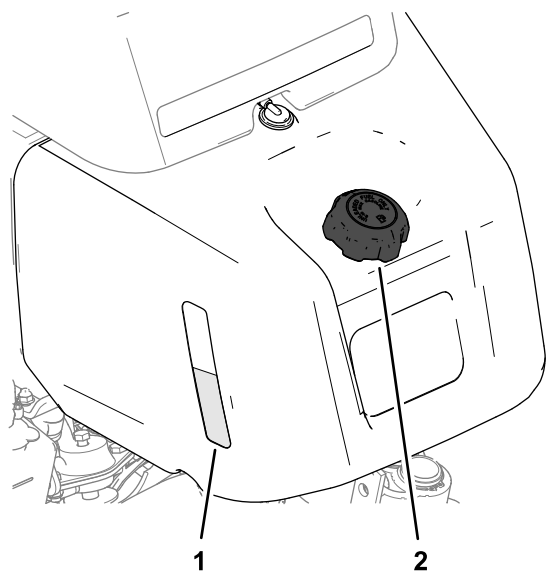
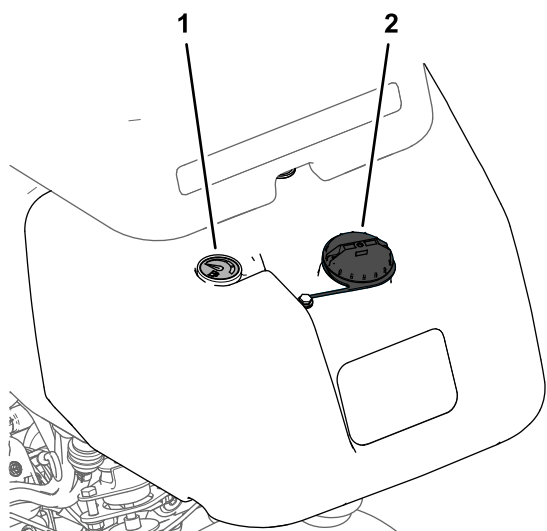

図 24
図 25
1. 燃料キャップの周囲をきれいに拭いてキャップを外す 図 24または 図 25。